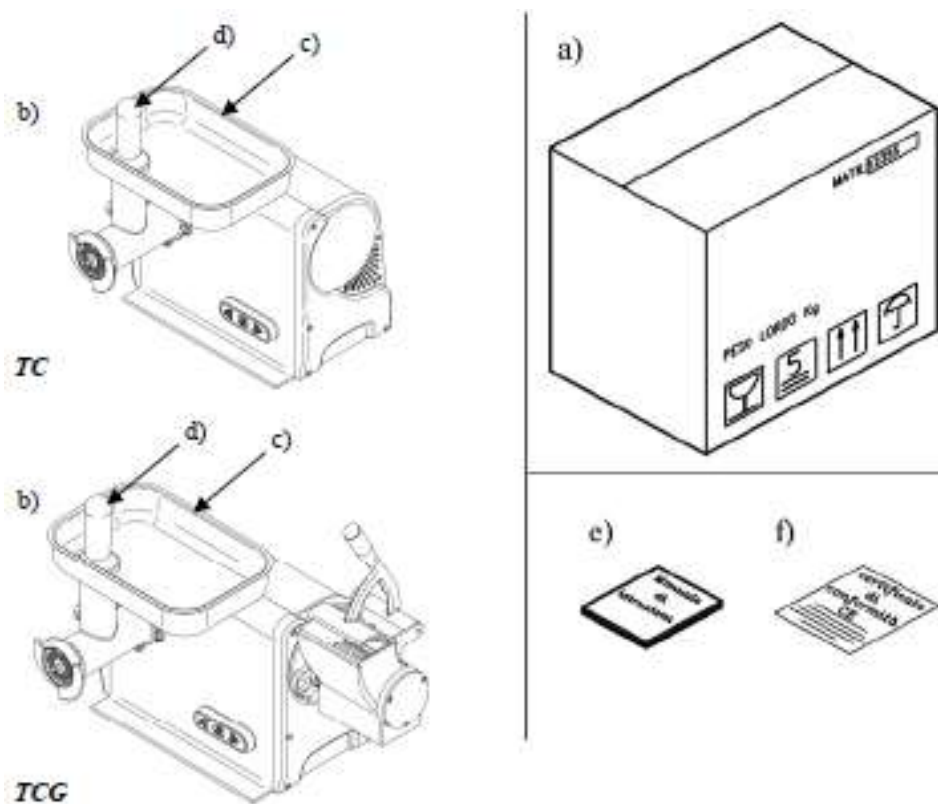

Рис. 3 – Описание упаковки
3.1 – ОТГРУЗКА МАШИНЫ (см. Рис. 3)
Если по прибытии товара на упаковке не обнаружено внешних повреждений, вскройте ее и убедитесь в наличии всех компонентов (см. Рис. 3). Если упаковка подверглась грубому обращению, ударам или разрушению, необходимо проинформировать перевозчика о любом повреждении. Более того, подробный отчет о степени повреждения машины должен быть составлен в течение трех дней с даты поставки, указанной в товаросопроводительных документах. **Не переворачивайте упаковку!!** При перемещении упаковки поднимайте коробку за 4 угла (параллельно земле).